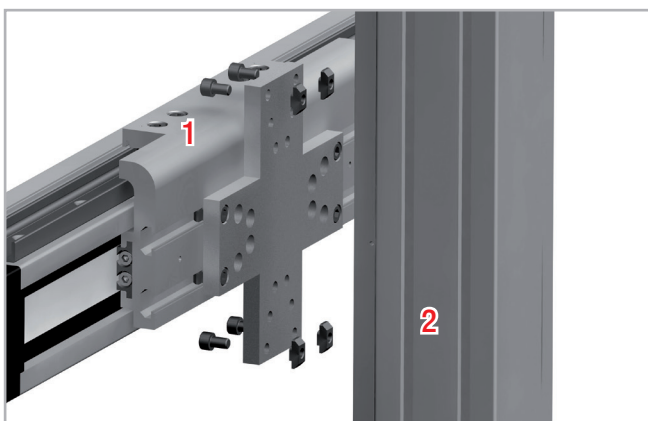

Рис. 97
4. Ввести винты в соединительную пластину с другой стороны (см. Рис. 97).